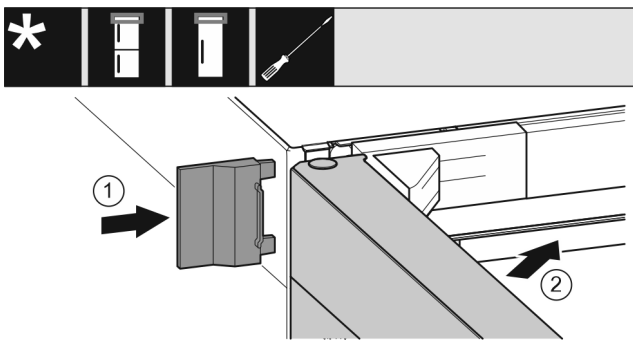

Fig. 22
- ▶ 插入外盖 Fig. 22 (1)。
- ▶ 关闭冰箱上方门 Fig. 22 (2)。